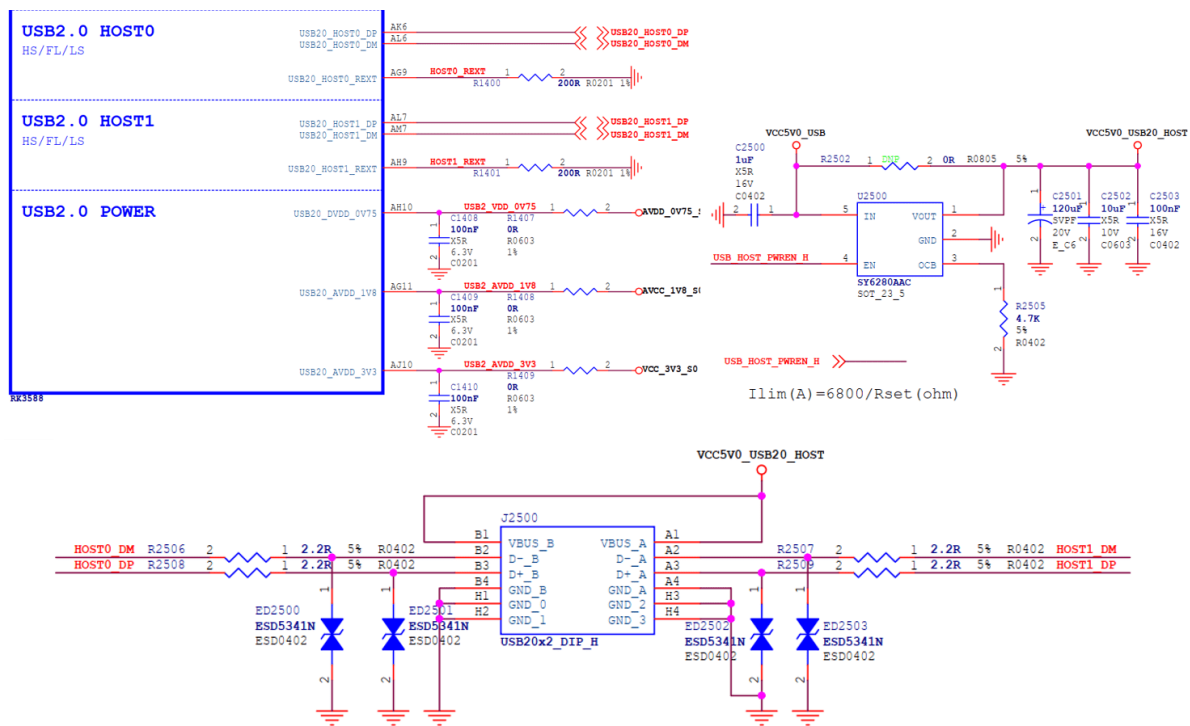

图 26 RK3588 Type-A USB 2.0 HOST 电路
1. USB 2.0 HOST0/1 共用 VBUS 供电电源 (VCC5V0_USB20_HOST)，由 GPIO 控制稳压芯片 SY6280AAC 输出 VBUS。最大输出电流由稳压芯片的 OCB pin 连接的电阻决定，最大电流 $I_{lim}(A) = 6800/R_{set}(ohm)$ ，如下图 26 所示，VBUS 输出限流为 1.45A；